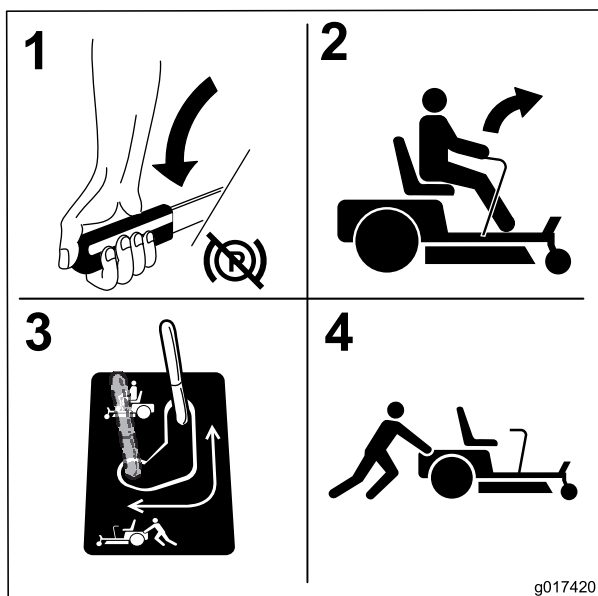

Figura 29
3. Para empujar la máquina, mueva las palancas de desvío hacia atrás y hacia fuera para bloquearlas en esa posición, según se muestra en Figura 29. Repita en el otro lado de la máquina.
5. Para conducir la máquina, mueva las palancas de desvío a la posición delantera (Figura 29).